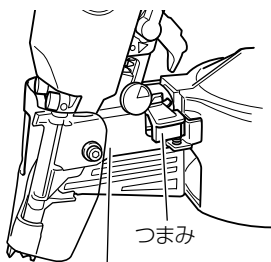

図 25
- つまみの摺動部はときどき掃除し、付属の油を注油してください。(図 25)